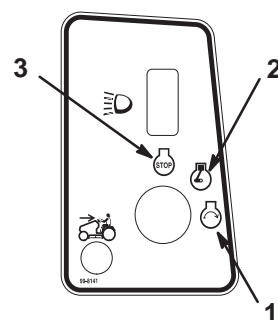

Figure 9
5. Tournez la clé de contact dans le sens des aiguilles d'une montre et maintenez-la en position de Démarrage (Fig. 9). Relâchez la clé quand le moteur démarre.
2. Tournez la clé de contact en position Contact coupé et enlevez-la (Fig. 9).